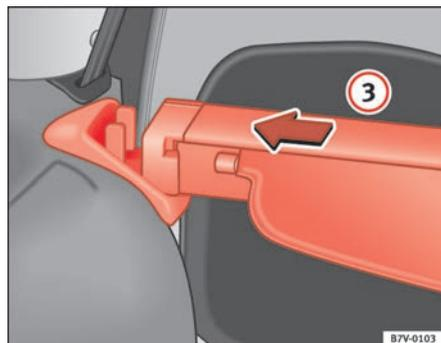

Abb. 115 Gepäckraumabdeckung: linker Halter
- Drücken Sie die Gepäckraumabdeckung bis zum Anschlag in Pfeilrichtung ⇒ Abb. 115 ③ in die linke Halterung.